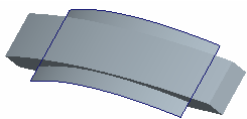
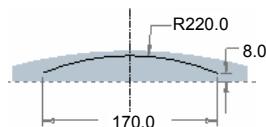

图 5.38.128 拉伸 3
图 5.38.129 截面草图
Step4. 创建图 5.38.128 所示的拉伸特征 3。在操控板中单击“拉伸”按钮 ，按下操控板中的“曲面类型”按钮 。选取 TOP 基准平面为草绘平面，选取 RIGHT 基准平面为参考平面，方向为 **右**；绘制图 5.38.129 所示的截面草图，在操控板中定义拉伸类型为 ，输入深度值 55，单击  按钮，完成拉伸特征 3 的创建。